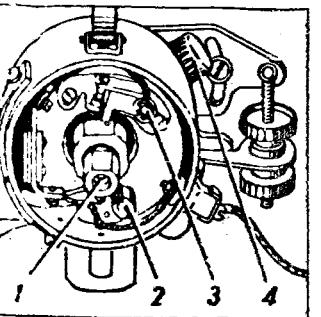

Рис. 26. Смазка распределителя зажигания.
21. В распределителе зажигания (рис. 26) смазывайте при ТО-1: валик распределителя поворотом крышки масленки 4 на половину оборота; втулку кулачка 1, сняв ротор и сальник под ним и капнув 4—5 капель свежего масла для двигателя; ось 3 рычажка прерывателя 1—2 каплями масла для двигателя; фильтр 2 кулачка прерывателя 1—2 каплями масла для двигателя.